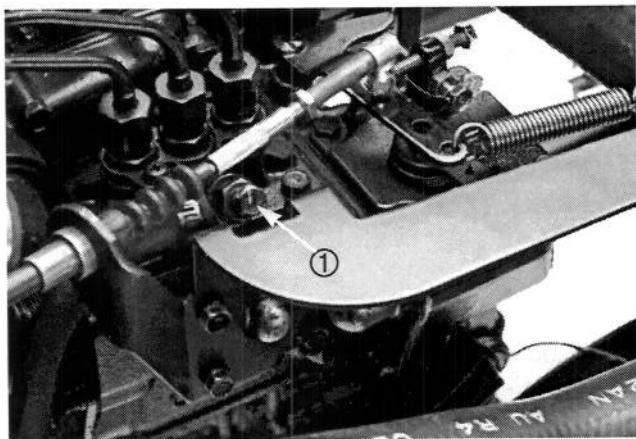

Figure 12
3. Dévisser la vis de purge sur la pompe d'injection de carburant (Fig. 12) au moyen d'une clé 10 mm.